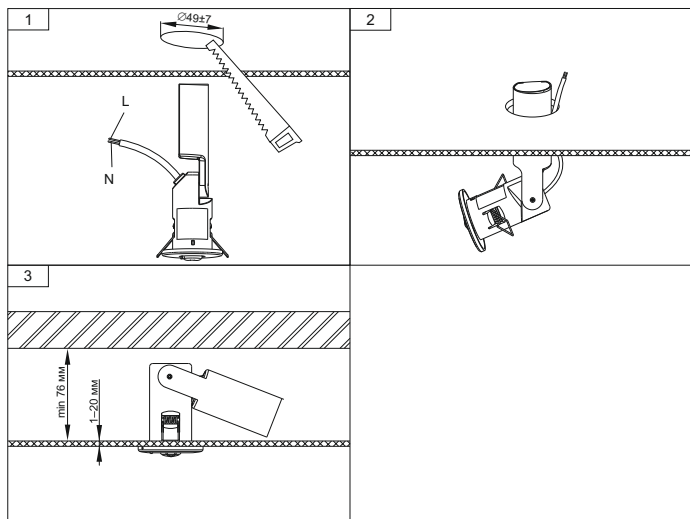

Рисунок 4 – Монтаж ДПА 060
4.4.2 Для монтажа и подключения светильника ДПА 060 к сети 230 В~ необходимо (рисунок 4):
- подключить сетевой кабель, выведенный из корпуса светильника, к питающей сети согласно цветовой маркировке: коричневый проводник (L) к фазному проводнику сети, синий проводник (N) к нейтральному проводнику сети;